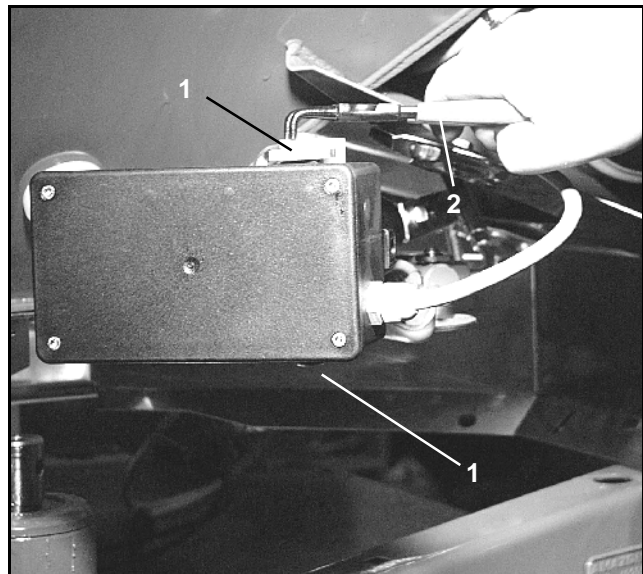

Fig. 5
- Die beiden Sicherungsclips (Fig. 5/1) mit Sicherungsring-Zange (Fig. 5/2) entfernen.